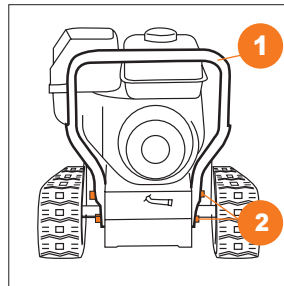

Рис. 5
- Присоедините и закрепите, если не установлена, нижнюю часть рукоятки **1** к корпусу снегоуборочной машины с помощью крепежных элементов **2** (Рис. 5).